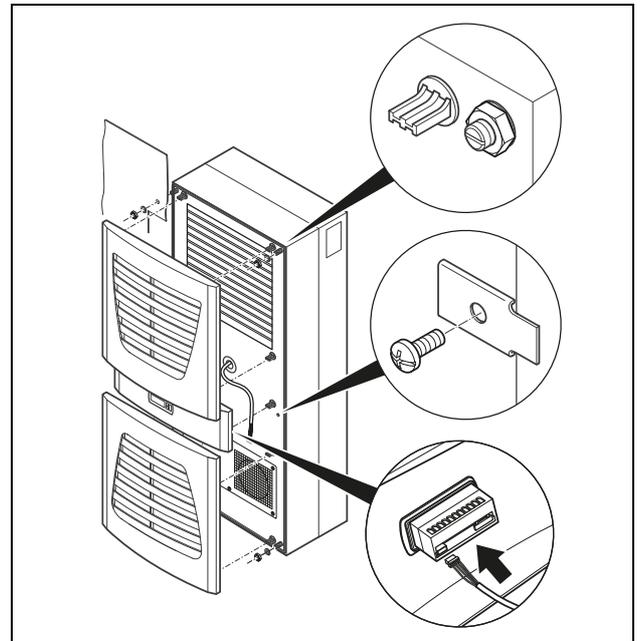

Imagen 18: Fijar el refrigerador
- En caso necesario fije el aparato adicionalmente con las chapas de fijación adjuntas tal y como se muestra en la imagen 18.